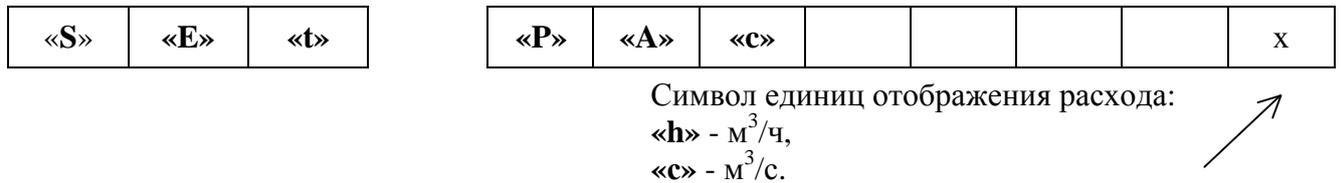

Рис. 23. Меню единиц отображения расхода.
1.5.1.17. Выбор единиц отображения расхода жидкости производится в соответствующем пункте инженерного меню клавишей «**F2**» (рис. 23).